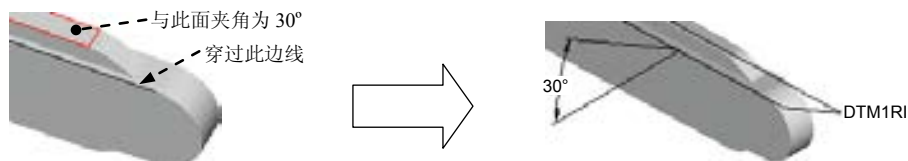
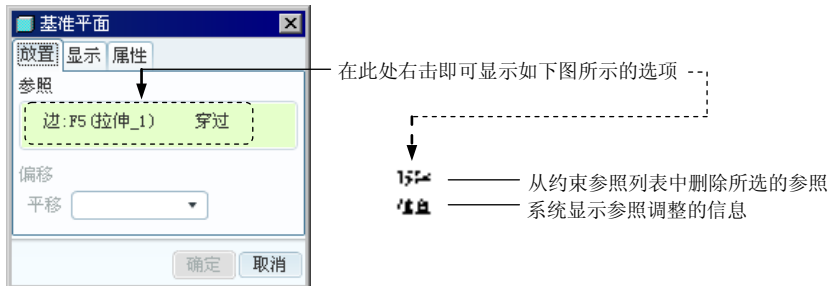

图 5.19.1 基准面的创建
图 5.19.2 “基准平面”对话框
下面以一个范例来说明创建基准平面的一般过程。如图 5.19.1 所示，现在要创建一个基准平面 DTM1，使其穿过图中模型的一个边线，并与模型上的一个表面成 30° 的夹角。
Step2. 单击工具栏中的“创建基准平面”按钮 （或者选择下拉菜单 **插入(I)**  **模型基准(B)**  **平面(L)...**命令），系统弹出图 5.19.2 所示的“基准平面”对话框。
(1) 穿过约束。选择图 5.19.1 所示的边线，此时对话框的显示如图 5.19.2 所示。
(2) 角度约束。按住 Ctrl 键，选择图 5.19.1 所示的参照平面。